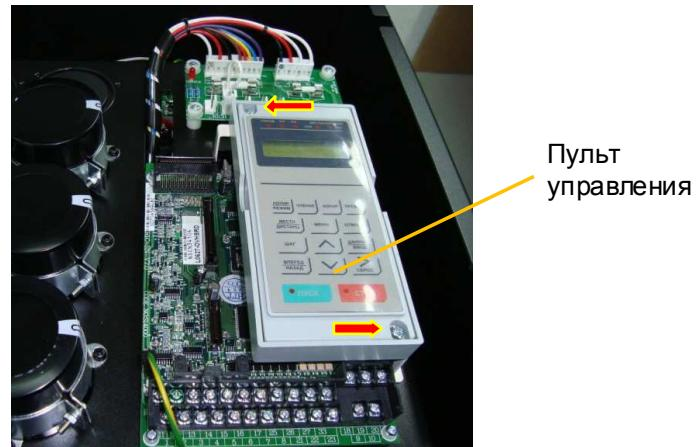

Рис. 7.26
7.17.3. Установить пульт управления в рамку и закрепить двумя винтами (рис. 7.26, стрелки).